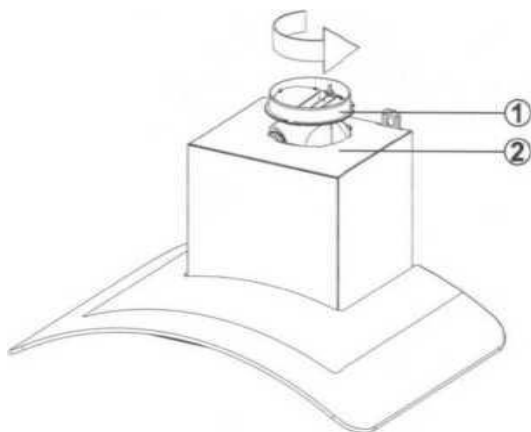

Figura 11: CONECTOR DE PLÁSTICO DE VENTILADOR
• Conecte o ventilador de plástico (1) ao corpo do dispositivo (2) e gire-o na direção setas (Figura 11).